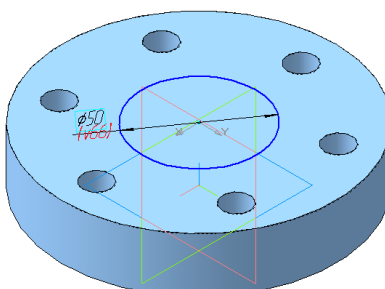
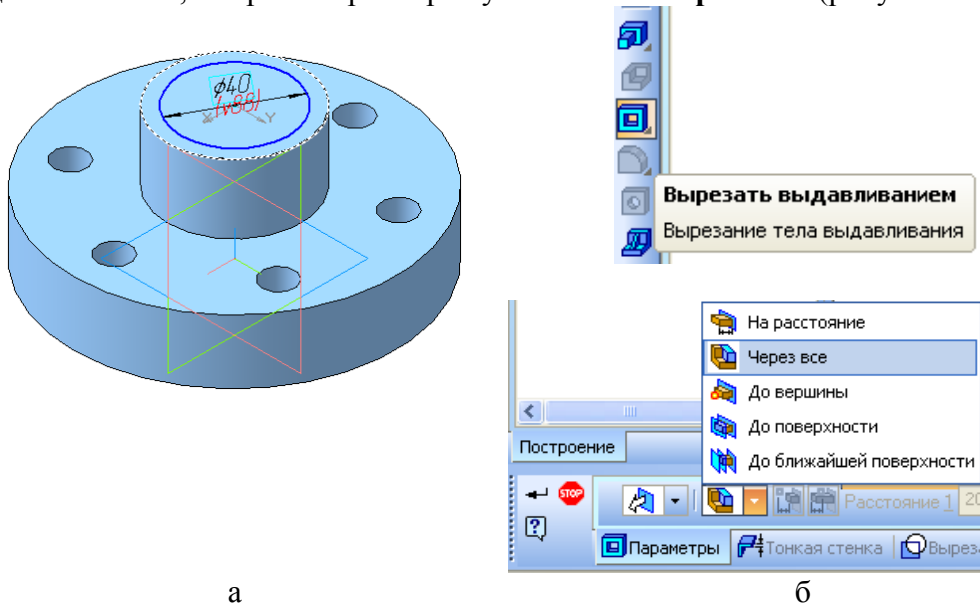
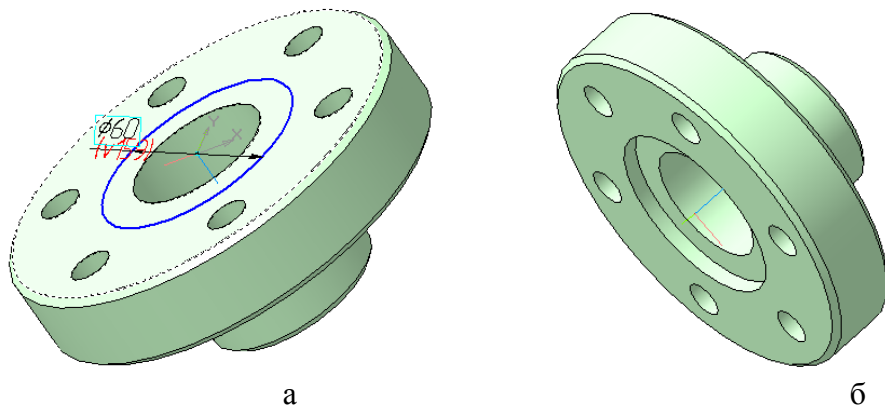
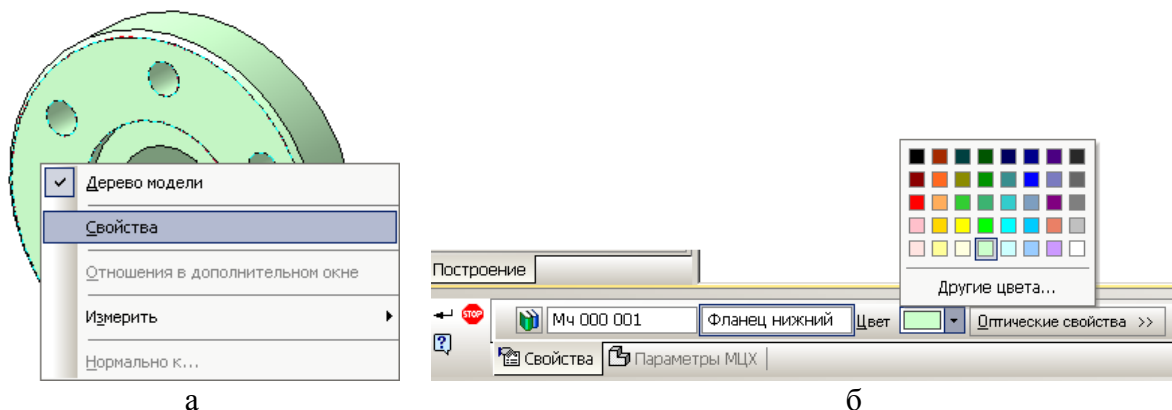

Рисунок 2 – Эскиз цилиндрического выступа
Рисунок 3 – Создание сквозного отверстия
Рисунок 4 – Построение фасок и цилиндрического паза
Рисунок 5 – Назначение свойств модели
7. **Построить одну из деталей с разрезом «Корпус1» (см.прилож.14, рис.2), «Корпус2» (см.прилож.14, рис.3), «Корпус3» (см.прилож.14, рис.4), «Корпус4» (см.прилож.14, рис.5)**
Создайте эскиз цилиндрического выступа **Ø50** на верхней плоскости основания фланца (рисунок 2). Выдавите на расстояние **26 мм**.
На верхней плоскости цилиндрического выступа выполните эскиз отверстия $\varnothing 40$ (рисунок 3а). Для создания сквозного отверстия воспользуйтесь командой **Вырезать выдавливанием**, в строке параметров установите «**Через все**» (рисунок 3б).
Постройте три фаски $2 \times 45^\circ$. На нижней плоскости фланца выполните эскиз цилиндрического паза $\varnothing 60$ (рисунок 4а) и вырежьте на глубину 5 мм (рисунок 4б).
Щелкните правой кнопкой мыши на свободном поле. В выпадающем меню выберите команду **Свойства** (рисунок 5а). В появившейся строке параметров назначьте цвет, материал и заполните название и обозначение модели (рисунок 5б).